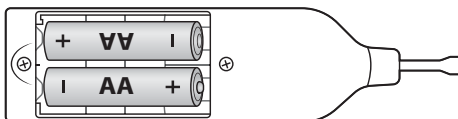

Fig. 1
- ◆ Ouvrez le compartiment à piles ❷ au dos du dispositif fondeur de cire ❶.
- ◆ Introduisez les piles, comme indiqué dans le compartiment à piles ❷, dans le dispositif fondeur de cire ❶ (voir fig. 1).
- ◆ Refermez ensuite le compartiment à piles ❷.